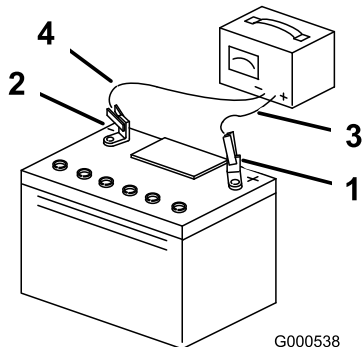

Figura 51
3. Atunci când bateria este complet încărcată, deconectați încărcătorul de la priza electrică, apoi deconectați cablurile încărcătorului de la clemele bateriei (Figura 51).